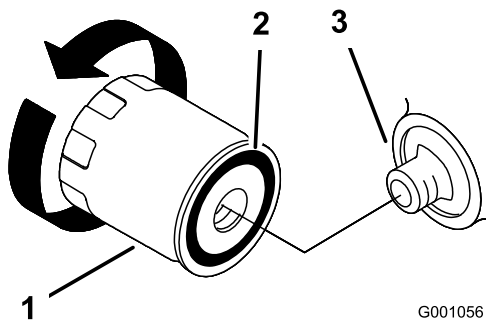

Figura 26
2. Retire el filtro usado y limpie con un paño la superficie de la junta del adaptador del filtro (Figura 26).
3. Aplique una capa fina de aceite nuevo a la junta de goma del filtro nuevo (Figura 26).
4. Instale el filtro de repuesto en el adaptador de filtro; gire el filtro en el sentido de las agujas del reloj hasta que la junta de goma entre en contacto con el adaptador del filtro, luego apriete el filtro de 2/3 a 1 vuelta más (Figura 26).